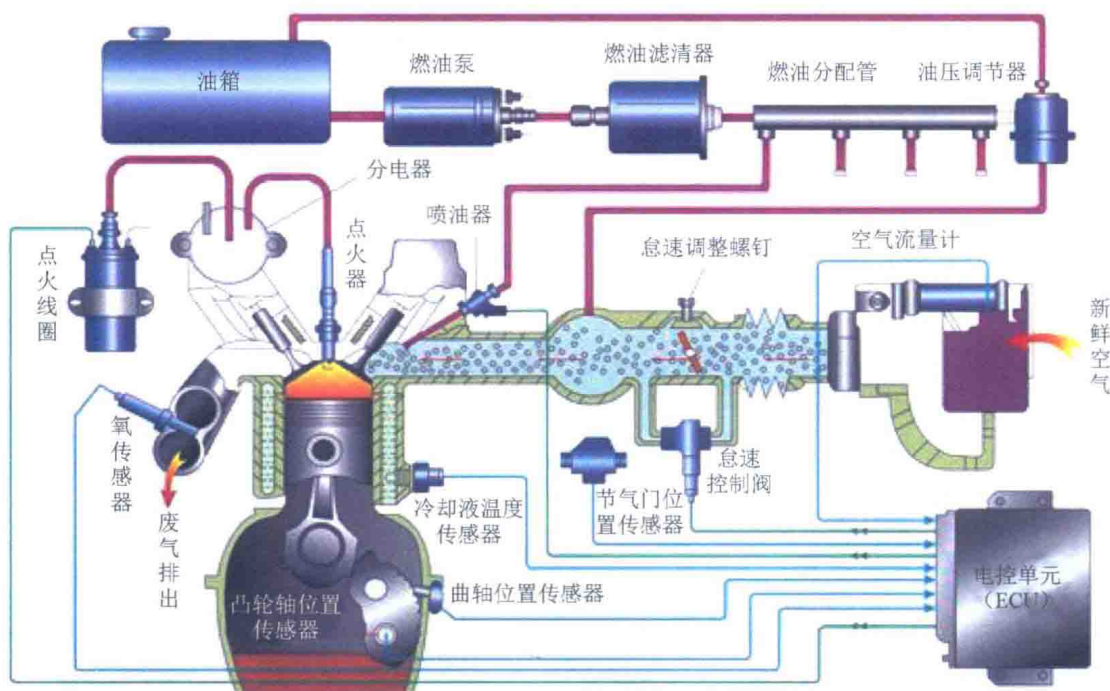

图 0-13 电子控制式燃油喷射系统
(1) 机械控制式 (K 型) 燃油喷射系统：已淘汰。
(2) 机电结合控制式 (KE 型) 燃油喷射系统：已淘汰。
(3) 电子控制式燃油喷射系统：由 ECU 控制燃油连续喷射，如图 0-13 所示。现代汽车普遍采用该形式。